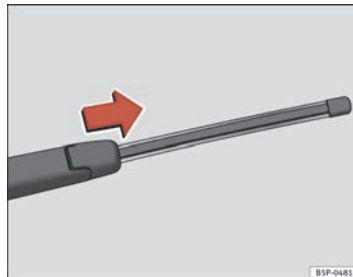

Fig. 183 Retrait du balai d'essuie-glace arrière
⇒ page 250, fig. 183
- Faites glisser l'adaptateur du balai dans le sens de la flèche et retirez le balai ⇒ page 250, fig. 183.